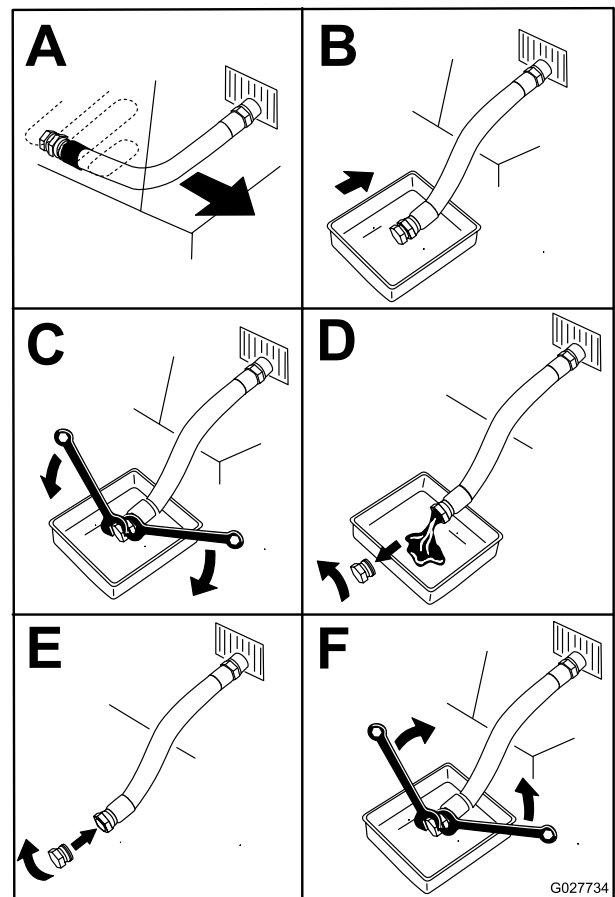

Figura 62
4. Purgue o óleo do motor (Figura 62).